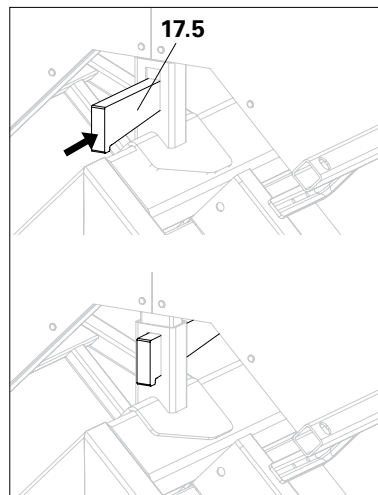

Fig. A11.08b
3. Sécuriser le platelage d'angle extérieur MXK (17) en frappant avec un marteau sur le coin de serrage (17.5). (Fig. A11.08b)